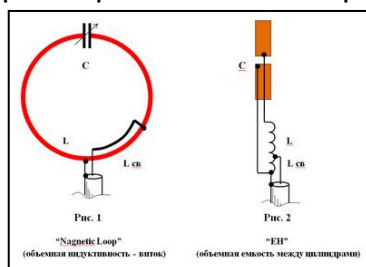

Рис.7
- 7. И в заключение, сравните ЕН антенну и Магнитную рамку (Magnetic Loop), ясно видно, что они антиподы с различным видом излучения полей: в Магнитной рамке "Н" поле - рамка (катушка), в ЕН антенне "Е" поле - конденсатор. Тем не менее Магнитная рамка широко применяется на практике, Рис.7.